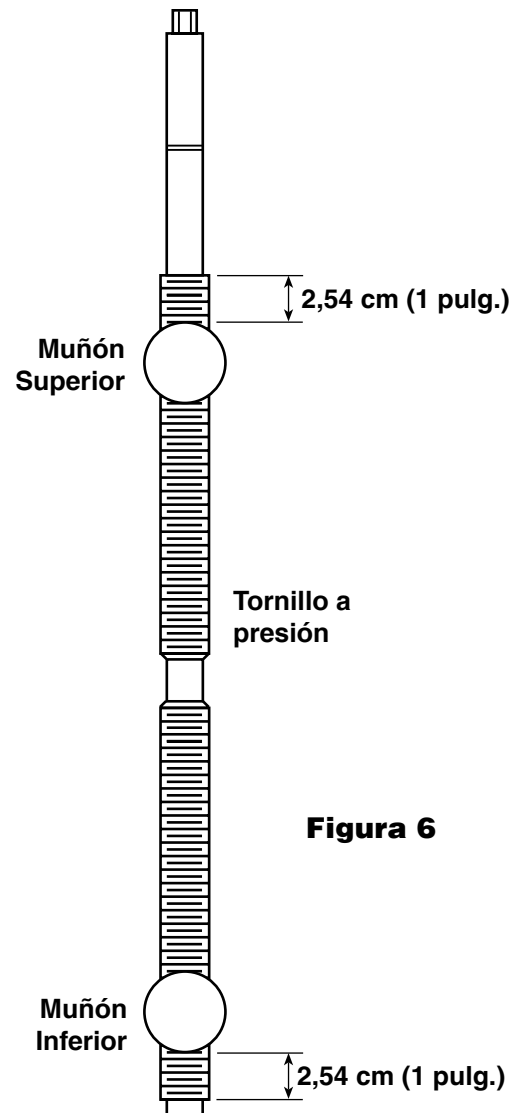

Figura 6
1. Asegúrese de que ambos muñones estén colocados a aproximadamente una pulgada del borde de las roscas inferiores del tornillo a presión y a una pulgada del borde de las roscas superiores, respectivamente, antes de volver a montar los brazos encima de los muñones. Consulte la figura 6.